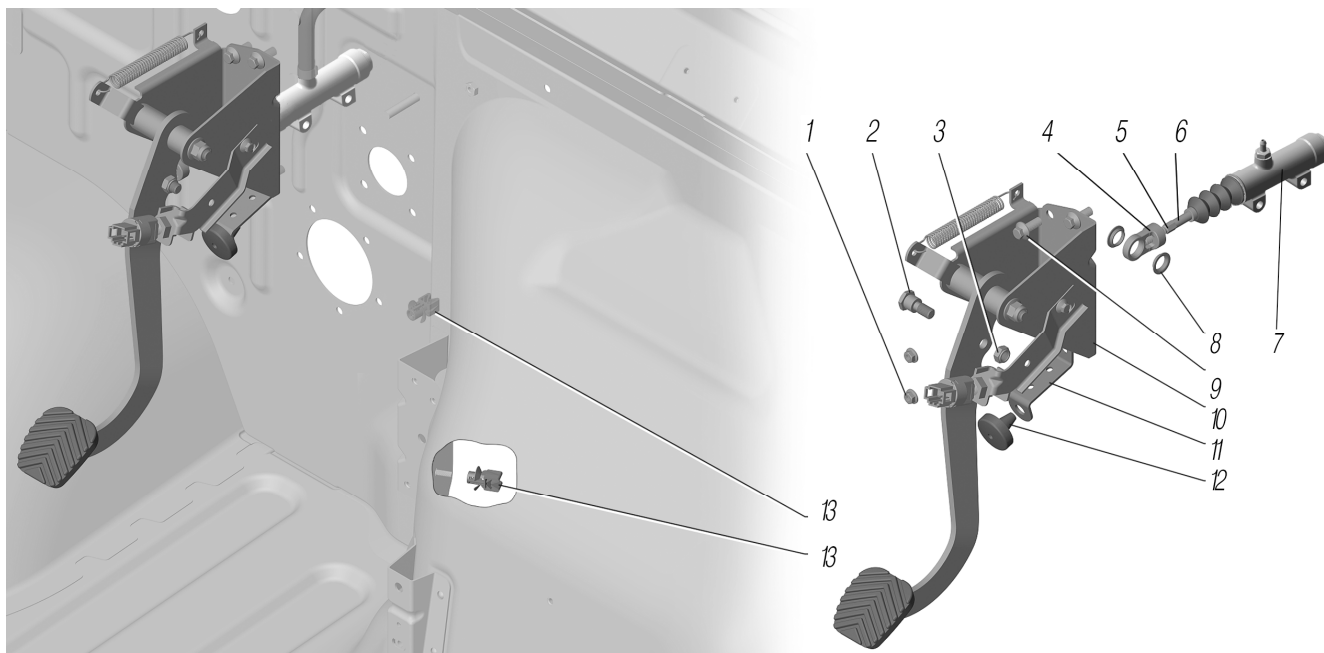

Рисунок 2.4
*² См. рисунок 2.4
See figure 2.4